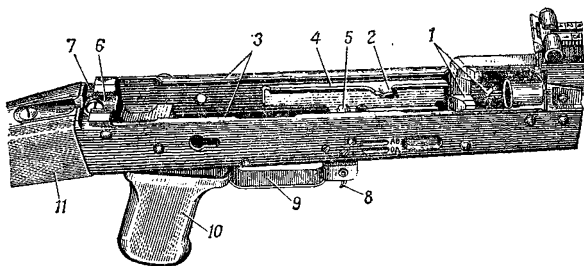

Рис. 30. Ствольная коробка:
12. Ствольная коробка (рис. 30) служит для соединения частей и механизмов автомата (пулемета), для обеспечения закрывания канала ствола затвором и запираания затвора. В ствольной коробке помещается ударно-спусковой механизм. Сверху коробка закрывается крышкой.